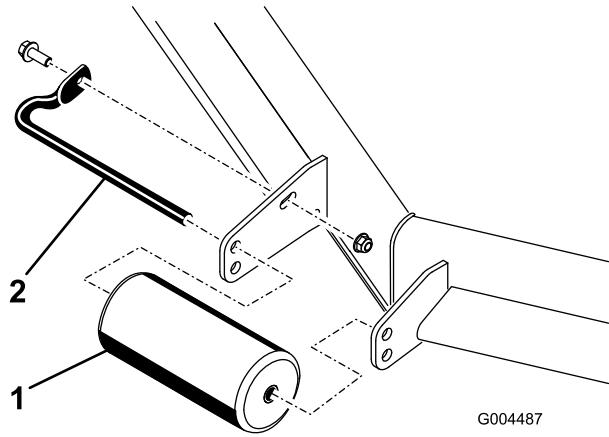

Figura 13
- Retire el tornillo y la tuerca que fijan el eje del rodillo al soporte de la carcasa (Figura 13).